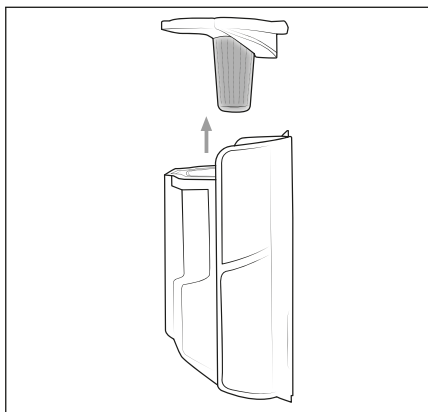

Fig. 16
- 3) Tag filteret af rustfrit stål **6** ud af støvbeholderen **7** ved at holde i åbningen på filteret af rustfrit stål **6** og trække det ud af støvbeholderen **7** (se fig. 16).